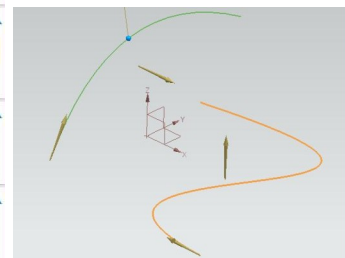

рис.97
- При исполнении команды, во время указания исходных кривых, дополнительно следует *проверить направления* заданных проецирований. Эти направления система показывает желтыми стрелками (рис.97).